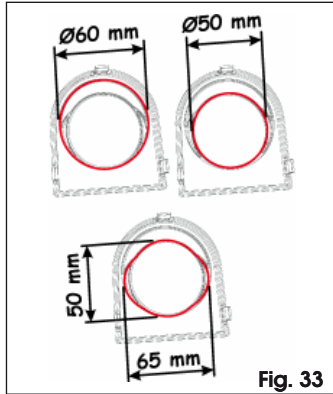

Fig. 33
- Ouvrir sur le cache antérieur la pré-fracture correspondant au type de lisse montée, voir Fig. 33 et le fixer au carter de déverrouillage.